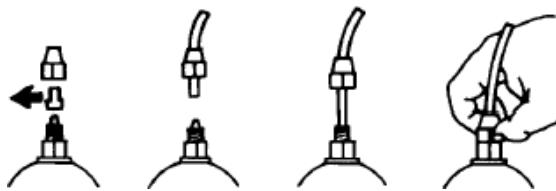

Рис. 7
- e. - Зніміть захисні ковпачки з двох ніпелів, пропустіть шланг через гайку, одночасно проштовхуючи і обертаючи, вставте шланг в конічне з'єднання ніпеля (зажим шланга). Поворотом гайки зафіксуйте шланг. (Рис. 7)